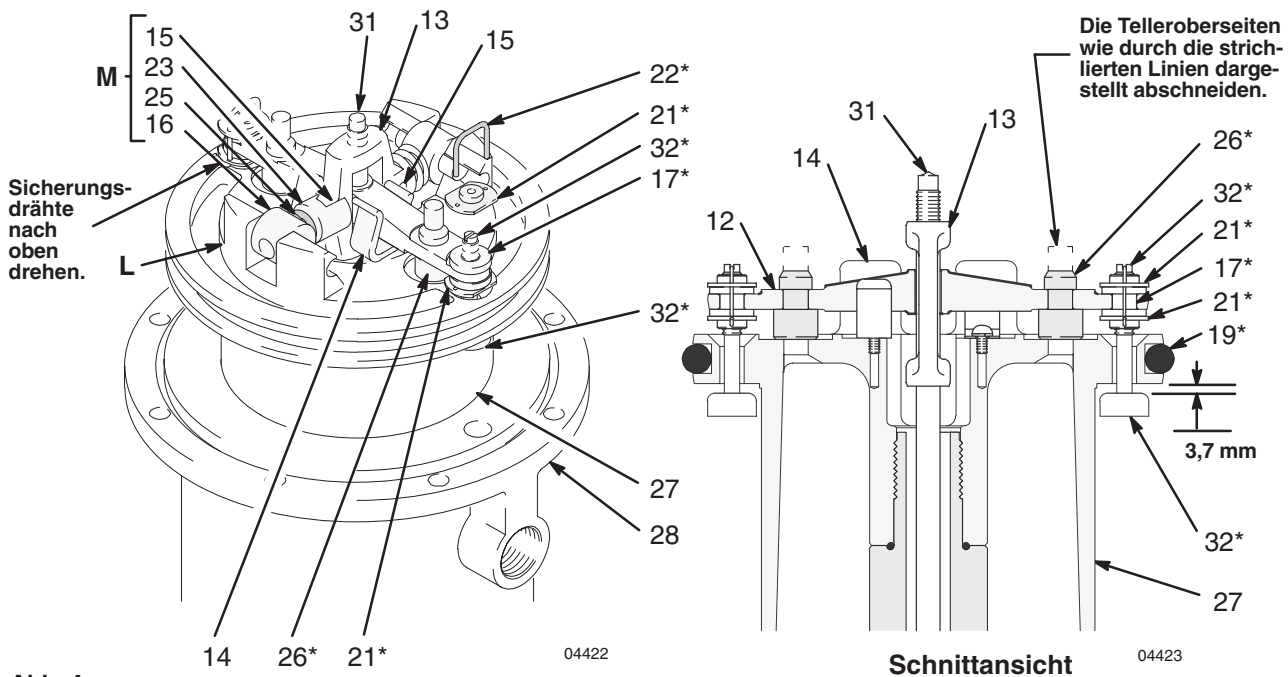

Abb. 4
10. Den Kolbensatz vom Luftmotorgehäuse (28) ziehen und beiseite legen.
11. Die V-Blockdichtung (10†) mit einem Haken entfernen und die Rille im Luftmotorgehäuse (28) reinigen. Rille gründlich von Schmutz befreien und mit einem Tuch auswischen.
13. Mit einem Schraubenzieher den Bügel der Steuerstange (13) hinunterdrücken und die Knebelklemmen nach unten einrasten. Siehe Abb. 4.
14. *Bei diesem Arbeitsschritt die unter Federspannung stehenden Knebelklemmen mit einer Hand abdecken, während sie mit einem Schraubenzieher geöffnet werden.* Die Spitze des Schraubenziehers in den Kolben zwischen die Kolbenösen (L) unter den Zapfen (16) an den Knebelklemmen führen, mit dem Schraubenziehergriff nach oben drücken, um die Federn am Knebelklemmensatz (U) nach oben und von den Kolbenösen wegzudrücken, und die Teile entfernen. Siehe Abb. 4.
15. Die Sicherungsdrähte (22*) geradeziehen und von den Ventilmutter (21*) entfernen. Die oberen Mutter abschrauben. Kragenbügel (13), Traverse (12) und Steuerstange (31) entfernen. Die unteren Mutter (21*) abschrauben und die Teller entfernen. Darauf achten, daß die Federclips (14) der Ventilstange weder verschlissenen noch beschädigt sind und daß sie die Traverse (12) richtig führen.
16. Die Teller (26) des Auslaßventils mit einem Seitenschneider abschneiden und aus der Traverse (12) ziehen.
Beim Einrasten der Knebelklemmen (M in Abb. 4) nach oben oder nach unten die Finger vom Knebelklemmensatz fernhalten, damit sie nicht eingeklemmt oder gar abgetrennt werden können.
1. Die Schlüsselflächen der Kolbenstange (29) in den Schraubstock klemmen, so daß der Luftmotor nach oben zeigt.
2. Die Auslaßventilteller (26*) in die Traverse (12) ziehen und die oberen Teile der Teller abschneiden (siehe strichlierte Linien in der **Schnittansicht** in Abb. 4).
3. Die Gummitüllen (17*) in der Traverse (12) installieren, die Einlaßventilteller (32*) in den Kolben geben und die unteren Ventilmutter (21*) auf die Einlaßventilteller schrauben, bis nur noch wenige Gewindegänge frei sind.
4. Dick einfetten und die Steuerstange (31) in den Kolben geben, die Traverse (12) in den Kragenbügel (13) geben und den gut eingefetteten Traverse/Kragenbügel-Satz so in den Kolben geben, daß die Steuerstange durch die Mittenbohrungen der Traverse und des Kragenbügels hindurchgeht und die Einlaßventilteller (32*) durch die Tüllen (17*) hindurchgehen.
6. Die Knebelklemmstifte (15) in den Kragenbügel (13) einbauen, die Hebelenden (23) des Knebelklemmsatzes (M) auf die Knebelklemmstifte geben und die Zapfenden (16) des Knebelklemmsatzes in die Ösen (L) einrasten lassen.
7. Mit der Lehre (Teile-Nr. 171–818) ein Spiel von 3,7 mm zwischen den Einlaßventiltellern (32*) und dem Kolbensitz schaffen, wenn das Einlaßventil geöffnet ist. Siehe **Schnittansicht** in Abb. 4.